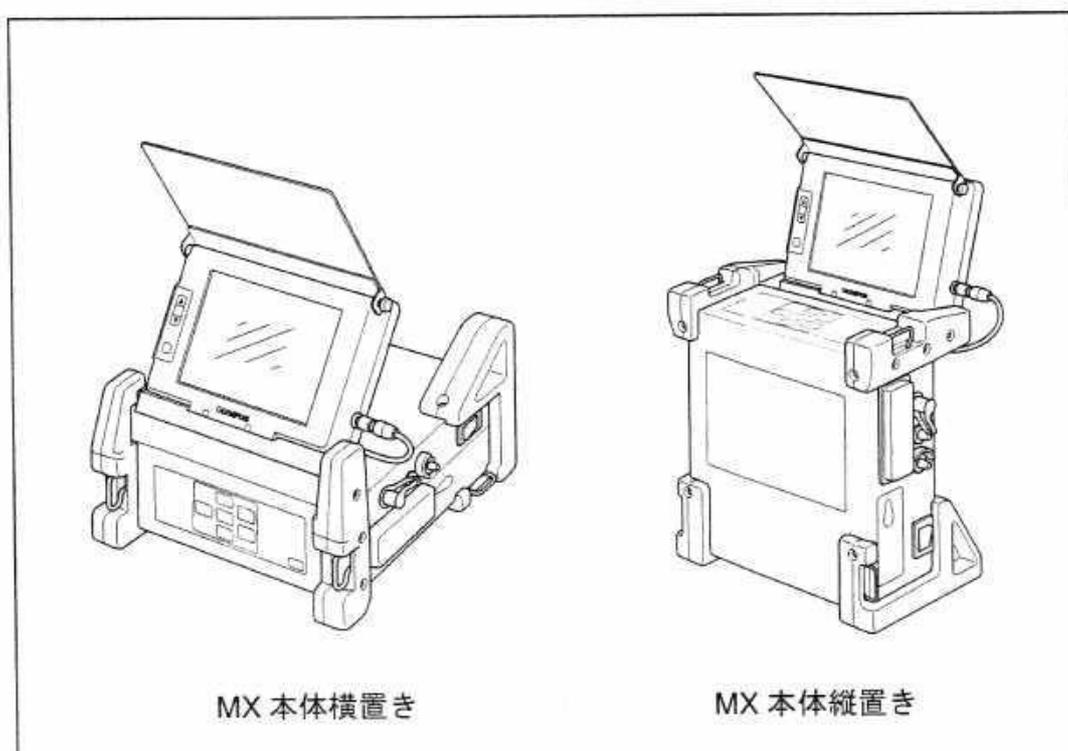

図 3.5
1. IPLEX MX 本体を、平らな場所に、がたつかないように置いてください。本体は横置きと縦置きの2方向に置くことができます(図 3.5 参照)。